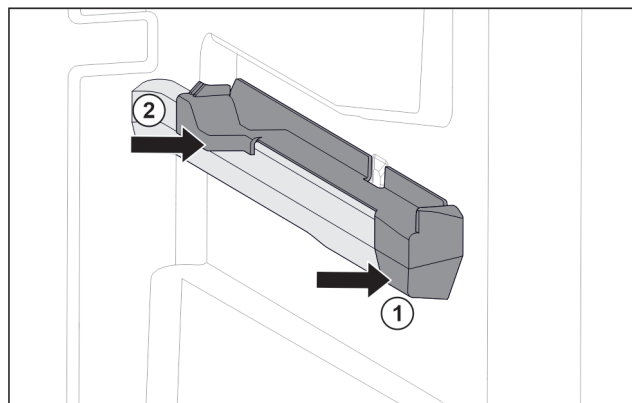

Fig. 25 Nasazovací díl na pravém žebrování na nádoby
- ▶ Nasadte nasazovací díl na žebrování na nádoby. Fig. 25 (1)
- ▶ Přitlačte nasazovací díl k zadní části. Fig. 25 (2)